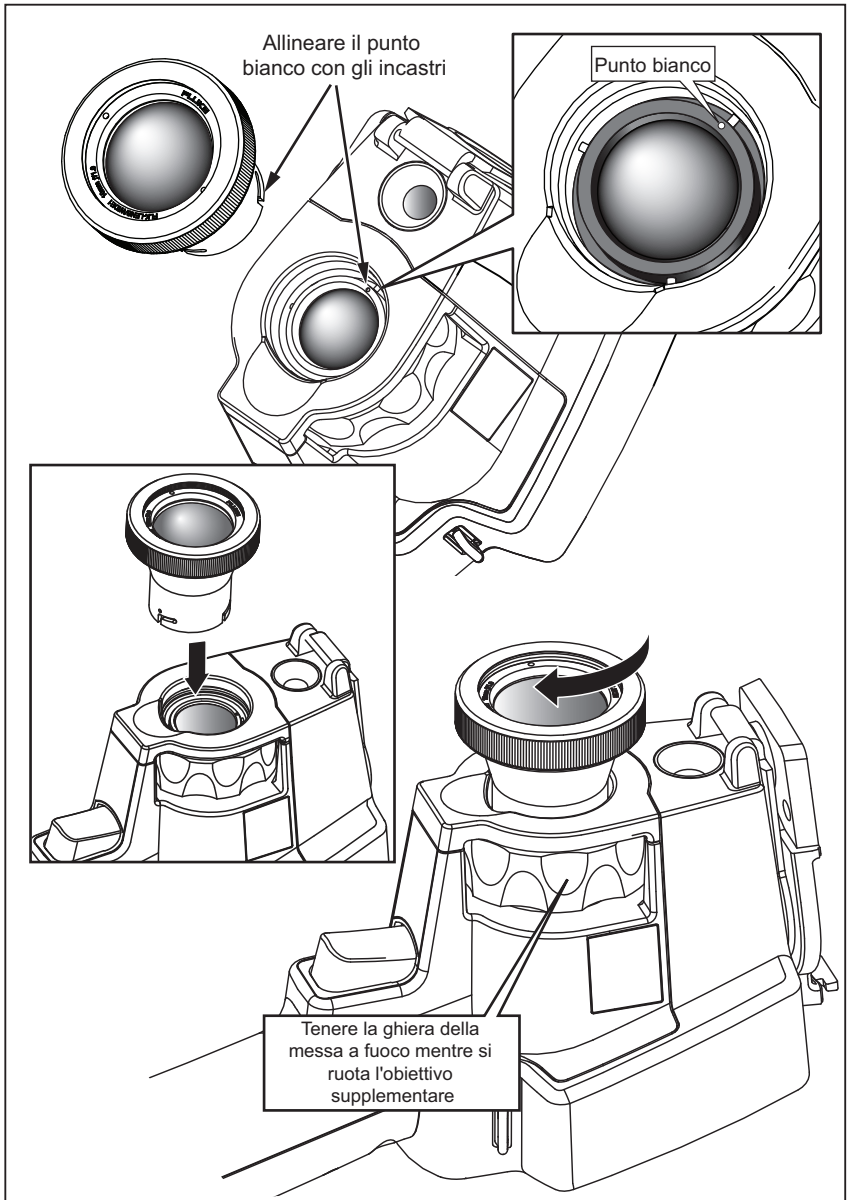

Figura 1. Montaggio e rimozione degli obiettivi facoltativi
5. Montare l'obiettivo facoltativo sull'imager allineando il punto sull'obiettivo con il punto sull'imager (vedere la Figura 1).